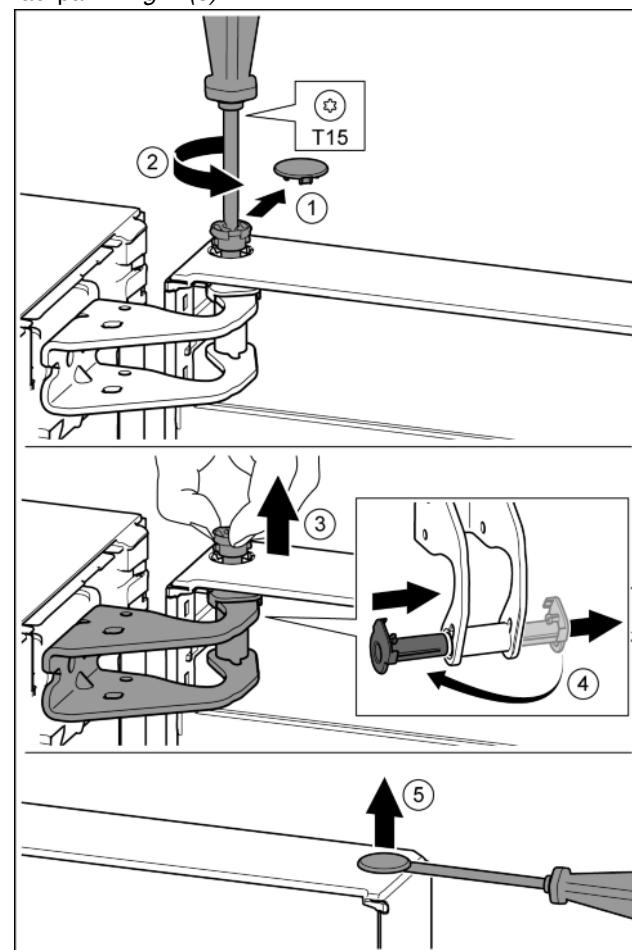

Fig. 8
- ▶ Свалете внимателно предпазния капак. Fig. 8 (1)
- ▶ С отвертка T15 отвийте малко болта. Fig. 8 (2)
- ▶ Дръжте здраво вратата и с пръсти извадете болта. Fig. 8 (3)
- ▶ Извадете лагерната втулка от водача. Поставете от другата страна и фиксирайте. Fig. 8 (4)
- ▶ С плоска отвертка внимателно повдигнете тапата от лагерната втулка на вратата и я извадете. Fig. 8 (5)